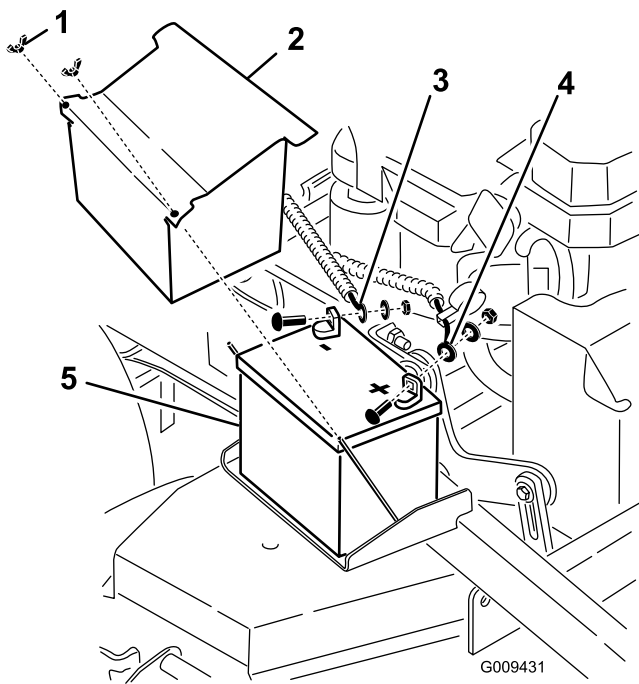

図 54
3. マイナス・ケーブルについている黒いゴムカバーを持ち上げる。バッテリーのマイナス（-）端子からマイナス・バッテリー・ケーブルを外す（図 54）。
4. プラス端子（赤）についている赤いゴムカバーを取り外す。そして、赤いプラス（+）ケーブルを取り外す（図 54）。
5. バッテリー押さえプレートを外し（図 54）、バッテリーを取り出す。
1. バッテリーを車体に載せる（図 54）。
3. まず、バッテリーのプラス（赤）ケーブルをプラス（+）端子に、ナットとワッシャとボルトを使って取り付ける（図 54）。ゴムカバーをかぶせる。
4. 次に、バッテリーのマイナス・ケーブルとアース・ワイヤを、マイナス（-）端子に、ナットとワッシャとボルトを使って取り付ける（図 54）。ゴムカバーをかぶせる。